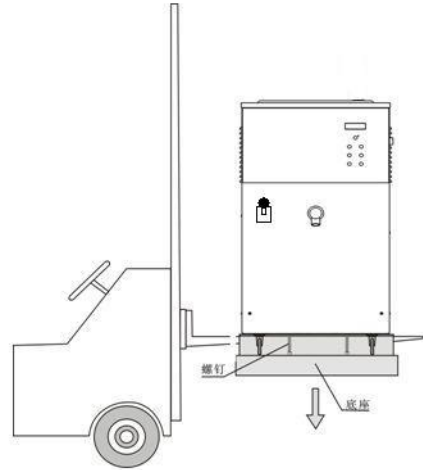

图 4
• 拆下连结底座与机器底板的紧固螺栓，将机器抬起，撤掉底座，再将机器轻轻放置于坚硬平坦的地面上。（见图 4）